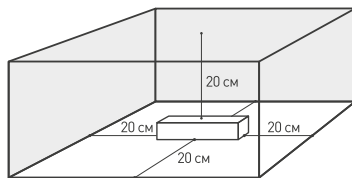

Рис. 1. Свободное пространство вокруг источника
- 4.3. Для естественной вентиляции обеспечьте свободное пространство вокруг источника питания не менее 20 см, как изображено на рис. 1. При невозможности обеспечить свободное пространство используйте принудительную вентиляцию. В случае установки в ограниченном пространстве (например, в лайтбокс или профиль) предусмотрите обеспечение требуемого температурного режима источника питания. Не допускайте работу блока питания с температурой корпуса, равной или превышающей 1с. В подобных условиях гарантийный срок сокращается в 2 раза.